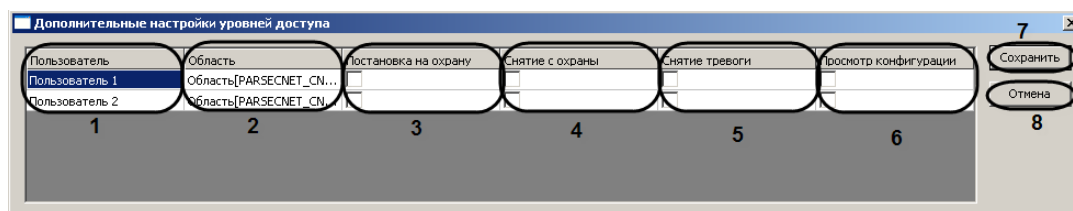

Рис. 3.5—5 Дополнительные настройки уровней доступа
*Примечание 1. В столбце **Пользователь** отображается список пользователей, зарегистрированных на Сервере Интеллект (см. Рис. 3.5—5, 1)*
*Примечание 2. В столбце **Область** отображается список охранных областей, зарегистрированных на Сервере Интеллект (см. Рис. 3.5—5, 2)*